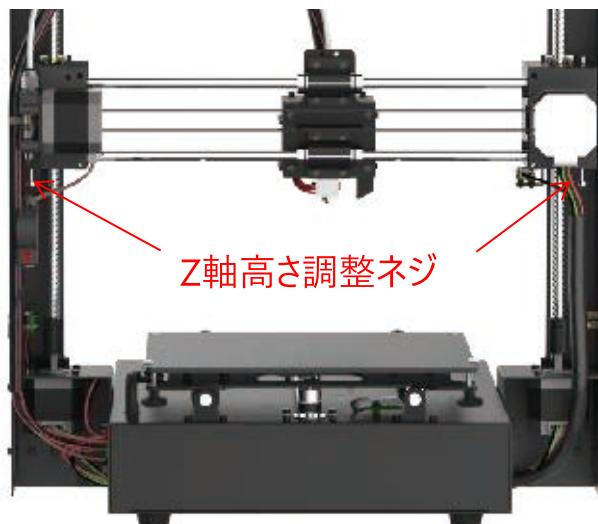

図 13
- (2) 図13のように、X軸の両端にはZ軸高さ調整ネジが付いています。そのネジがズリミットスイッチに接触することで、プリンタがZ軸の原点（0の位置）を感じます。